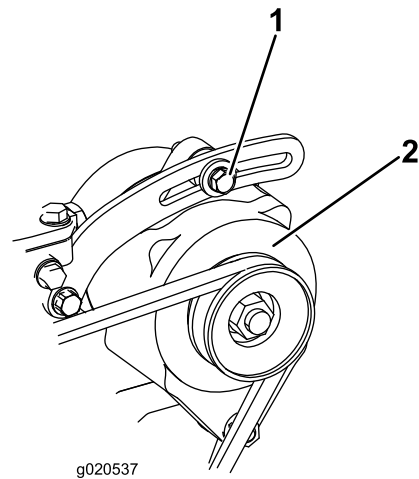

Bild 99
1. Lockern Sie bei einer Durchbiegung von mehr oder weniger als 10 mm die Befestigungsschrauben der Lichtmaschine (**Bild 99**).